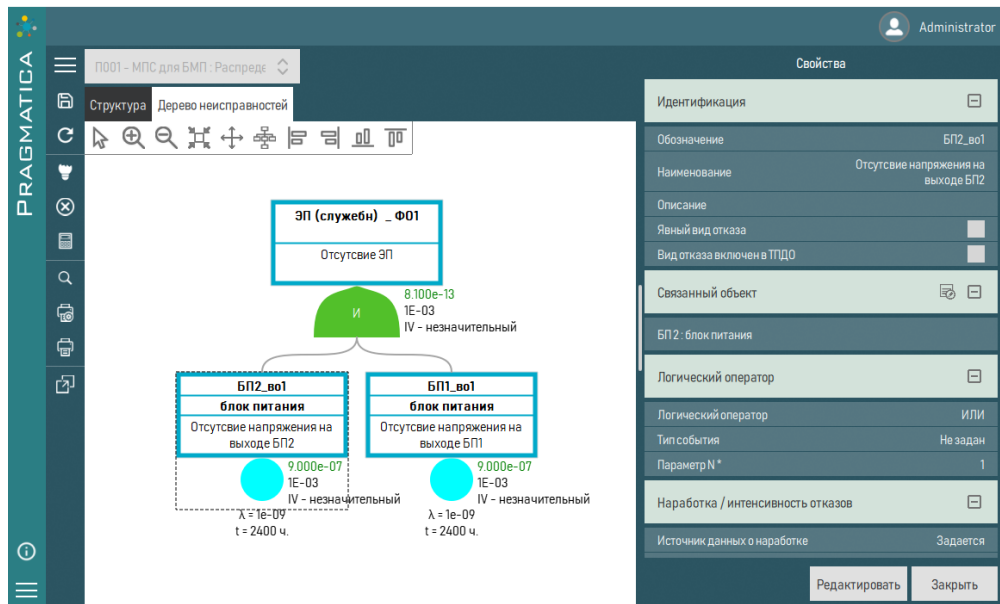

Рисунок 287 – Окно свойств отказа
Отображается окно свойств выбранного отказа (рисунок 287).
- 6) Нажать кнопку «Редактировать», затем ввести необходимые данные (см. рисунок 287).